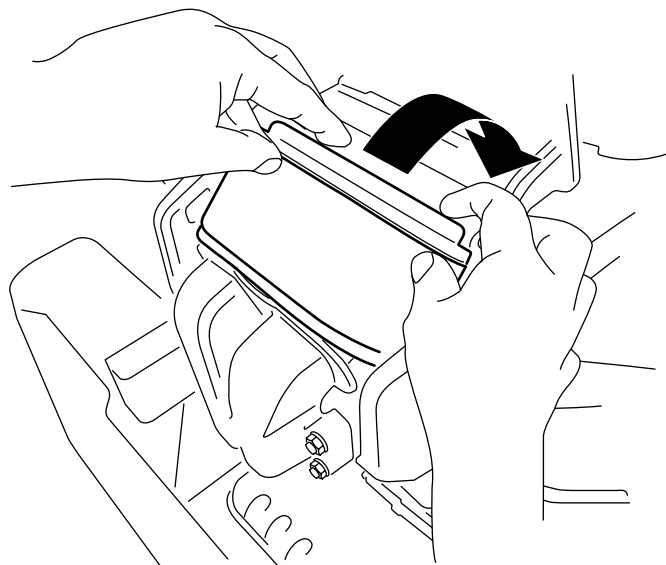

Рисунок 42
3. Поверните фильтр вниз в камеру и прижмите его к коллектору так, чтобы он полностью сел на место (**Рисунок 42**).